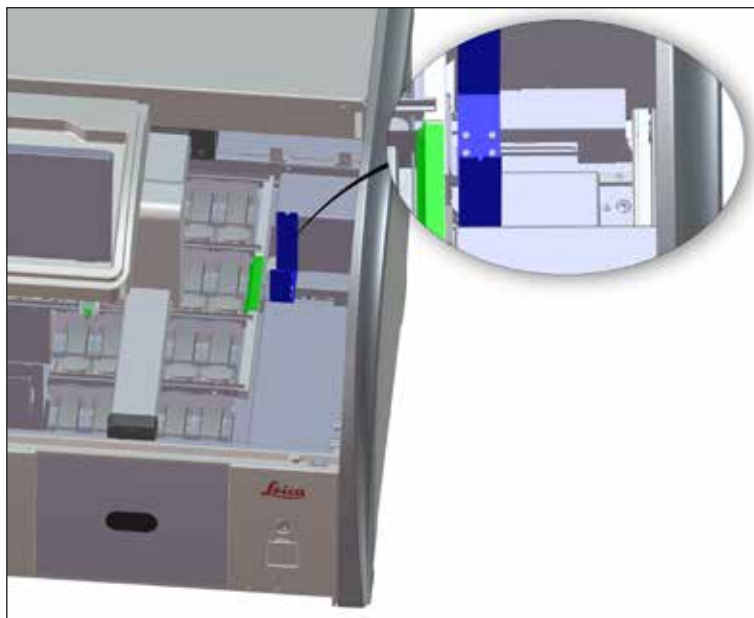

Fig. 96
- Kontrollér regelmæssigt overføringsstationen (→ "Fig. 96") for rester af reagens, og rengør den om nødvendigt med et gængst, mildt rengøringsmiddel med neutral pH-værdi.